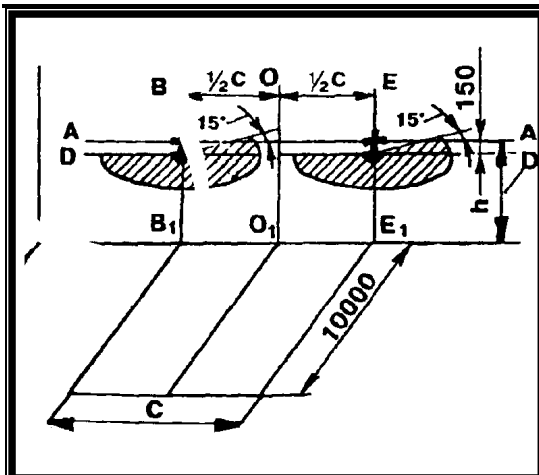

Рис. F-88. Схема экрана для регулировки фар.
- на экране нарисовать кресты, середины которых будут расположены на расстоянии С и высоте фар D (С и D – измерить на таркторе) (рис.F-88)